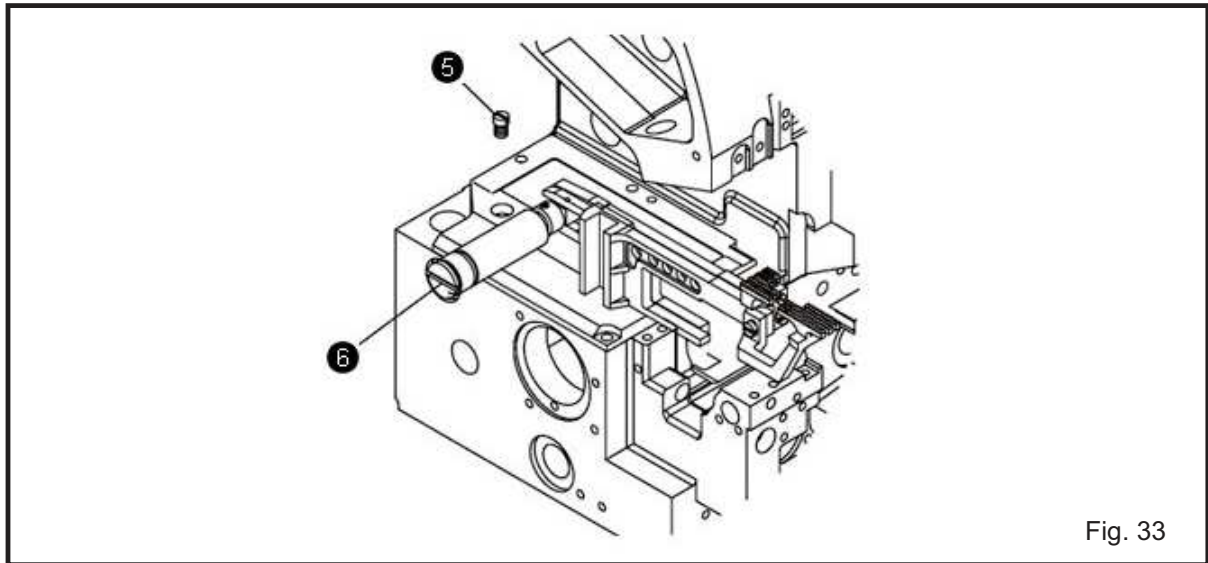

Fig. 33
2. Regule o impelente horizontalmente (Fig. 33)